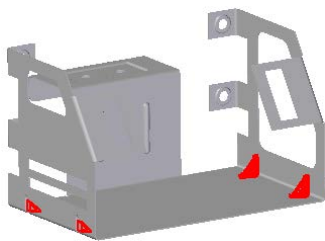

图 8.9.66 镜像特征 5
(5) 定义加固板放置类型。在“加固板”命令条中单击“加固板放置步骤”按钮 ；在“阵列类型”下拉列表中选择 **单一** 选项，在 **距离:** 文本框中输入值 95，并按 Enter 键。
(6) 单击命令条中的 **完成** 按钮，完成特征的创建。
Step32. 创建图 8.9.66 所示的镜像特征 5。
(1) 选取要镜像的特征。选取 Step29 和 Step30 所创建的特征为镜像源。
(2) 选择命令。单击“主页”功能选项卡“阵列”工具栏中的  **镜像** 按钮。